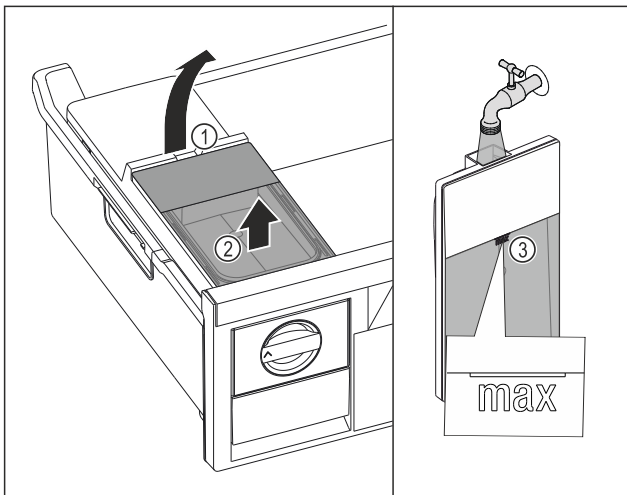

Fig. 96
- ▶ Поднимите бак для воды за выемку Fig. 96 (1).
- ▶ Извлеките бак для воды движением вверх. Fig. 96 (2)
- ▶ Наполните бак для воды питьевой водой до отметки Fig. 96 (3).